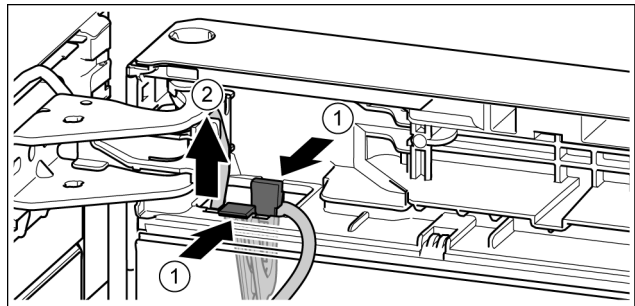

Fig. 20
- Presione la lengüeta. *Fig. 20 (1)*
- Extraiga el portacables con el cable fijado a éste. *Fig. 20 (2)*